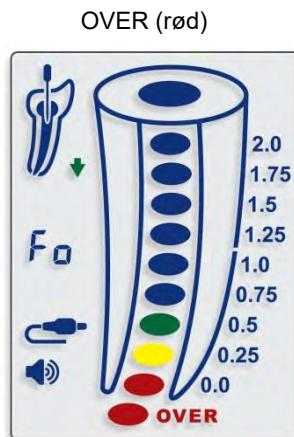

Fig. 11
**⚠ Den røde **OVER**-indikation ledsaget af hyppige bip angiver, at filtippen er skredet ud over foramen i det periapiske område - 'Foramen over-instrumentation' (fig. 11).**